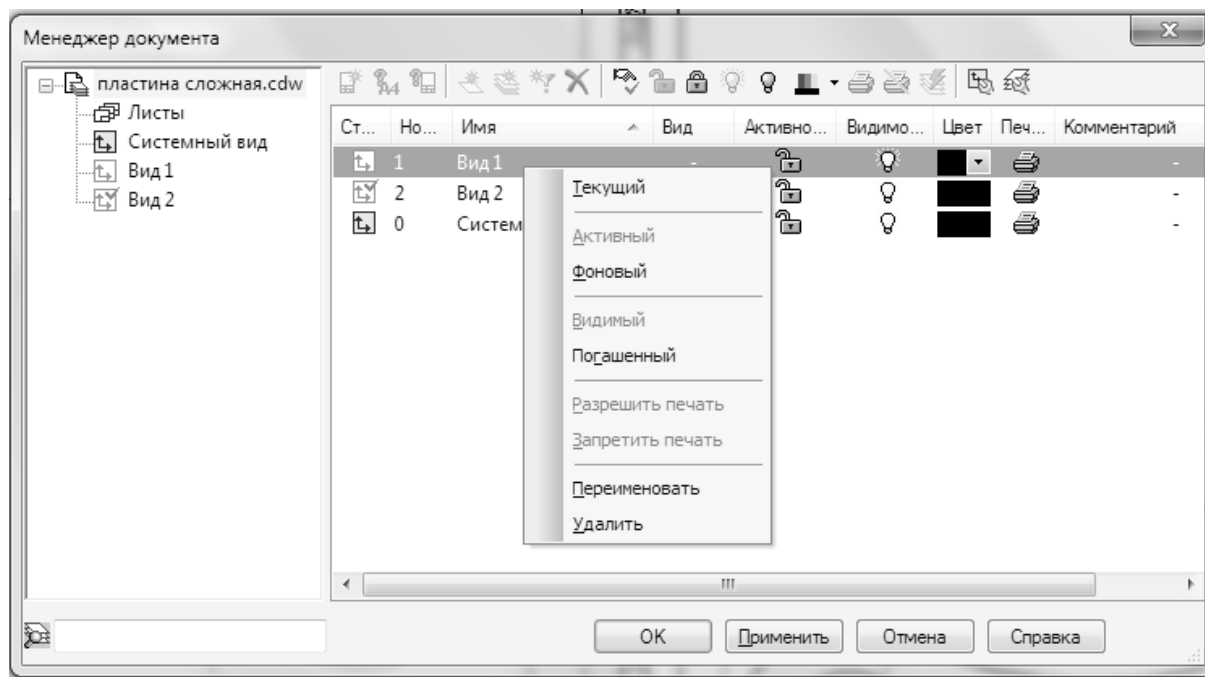

Рис. 30. Окно Менеджер документа
Можно сделать нужный вид текущим, а также настроить состояние других видов с помощью *Менеджера документа* (рис. 30).
- 4) задайте свойства вида с помощью кнопок панели инструментов *Менеджер документа* (см. рис. 30);